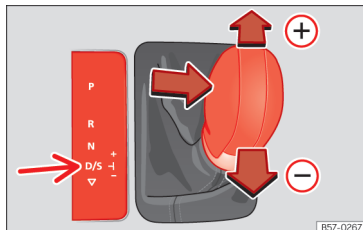

Abb. 86 Hebel in Tiptronic-Stellung.
- Drücken Sie den Hebel nach vorn  oder zurück , um hoch- oder herunterzuschalten **»» (Abb. 86)**.